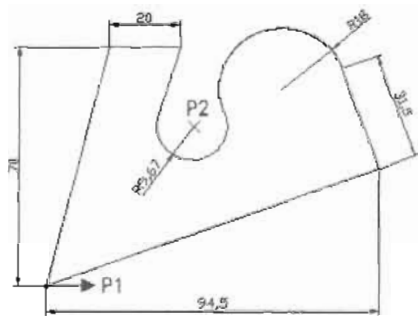

图 6-17
(1) 打开配套光盘中的“操作示例 6-5.dwg”文件，如图 6-17 所示，测量 P1 到 P2 之间的距离。